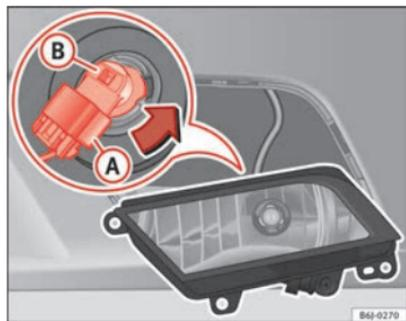

Fig. 173 Faro antiniebla
- Extraiga el conector ⇒ fig. 173 **A** de la lámpara.
- Gire el portalámparas ⇒ fig. 173 **B** a la izquierda y tire.